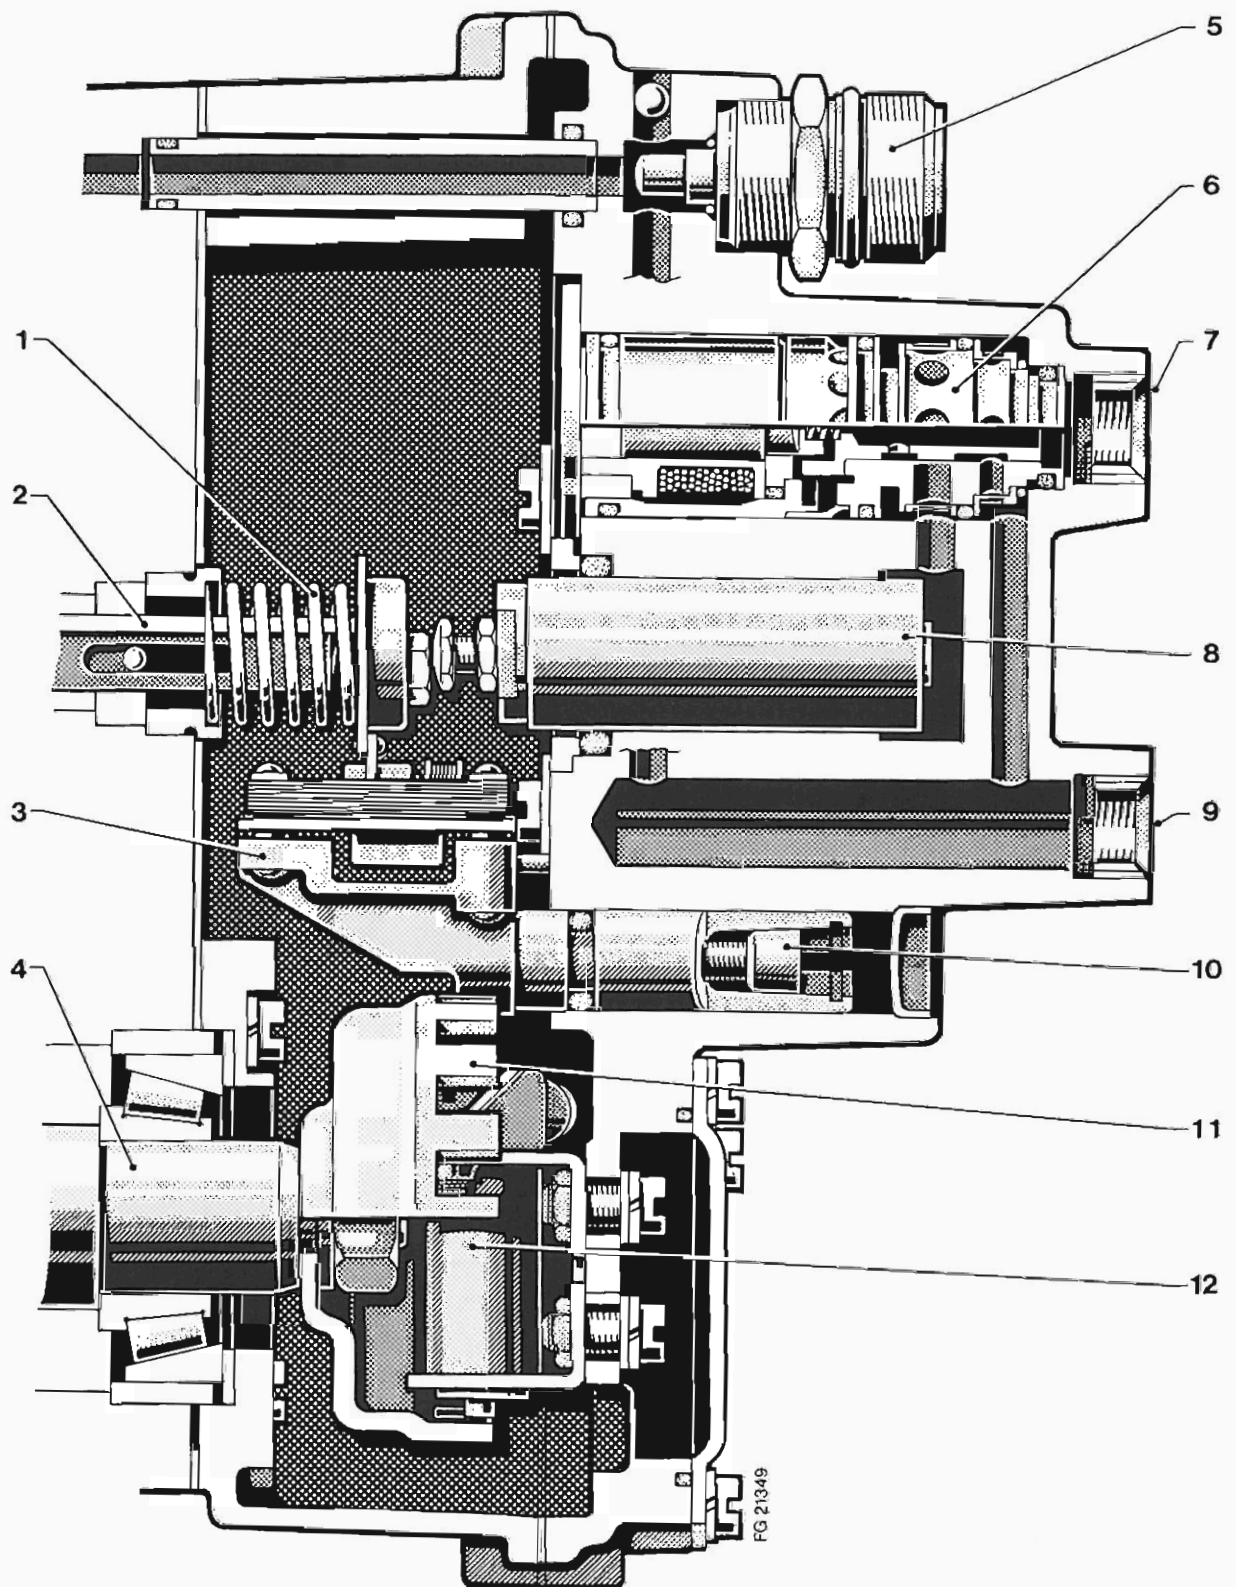

Bild 80 Längsschnitt durch Stellwerk
b. Einspritzpumpenregler – Stellwerk genannt – (Bild 80) an der Einspritz-Pumpe angebracht, mit den Elementen